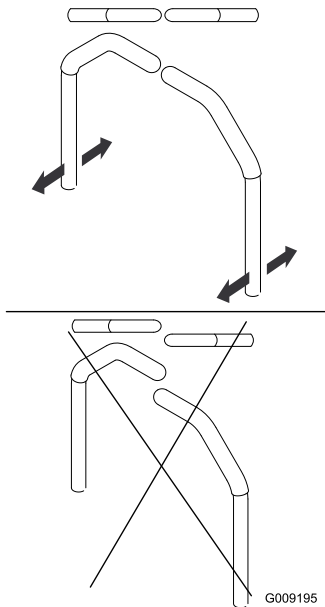

Figure 81
4. Réglez l'alignement avant/arrière des leviers en les plaçant tous deux à la position **POINT MORT**, puis faites-les coulisser jusqu'à ce qu'ils soient alignés, et serrez les boulons (Figure 81).